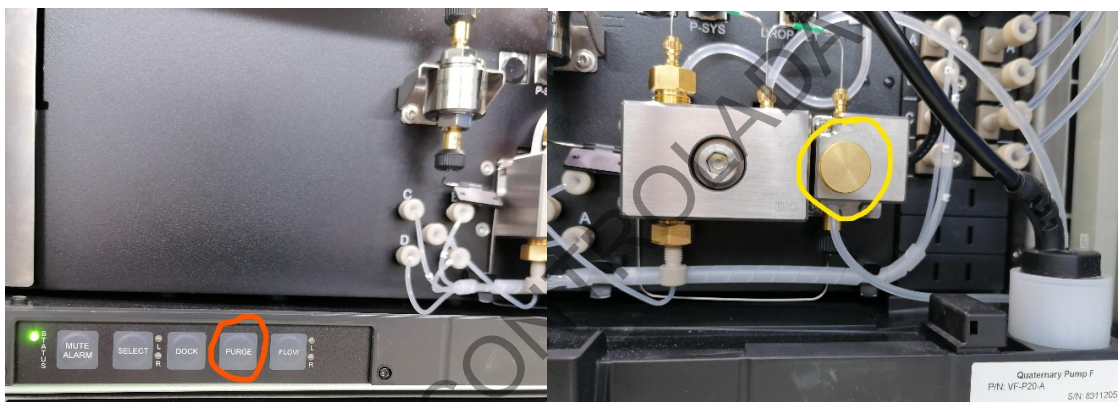

Figura 5 Bomba Vanquish Quaternary Pump
- 7.5.8** En el módulo de la bomba presione "PURGE" Ver Figura 5, botón señalado en naranja. La bomba empieza a purgar los canales A y D por 5 minutos a 3 mL/min.